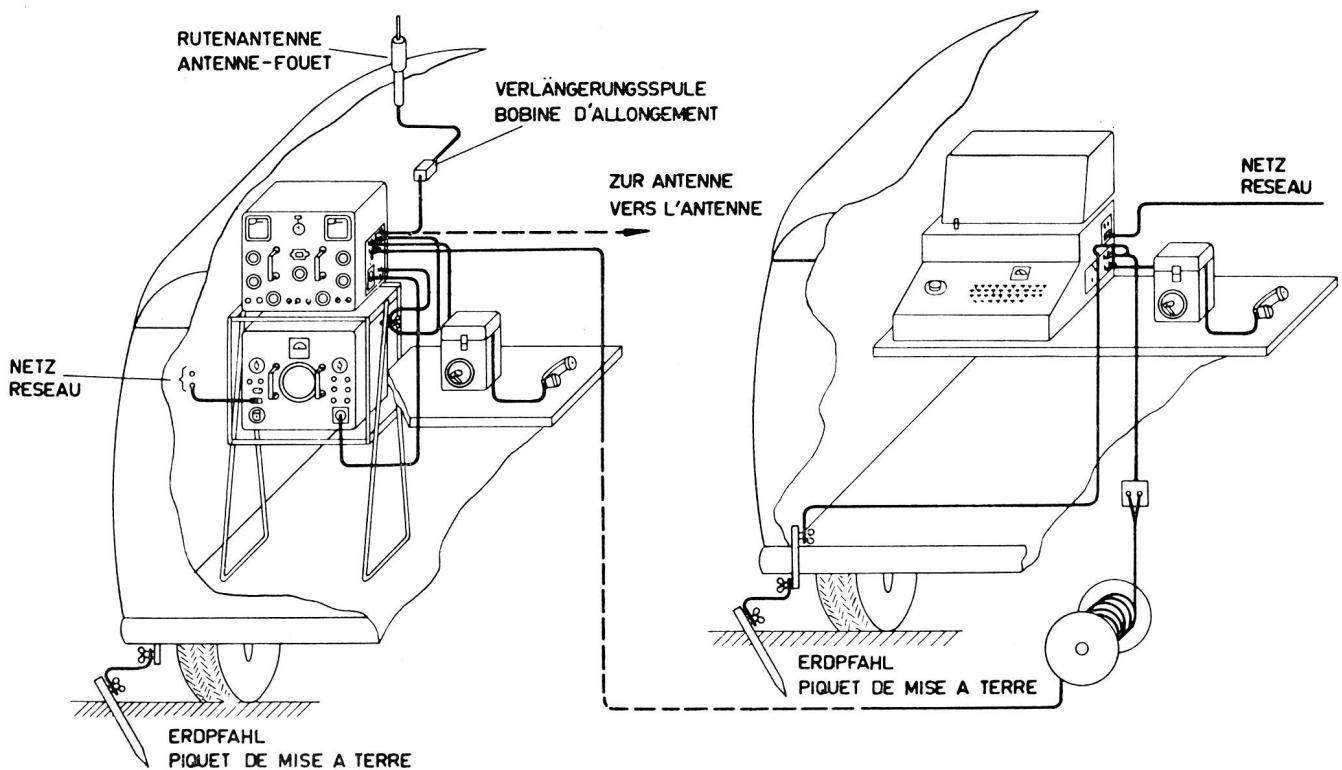

Fig. 32
- f) La station montée dans la voiture avec KFF dans la voiture de commande à distance voir fig. 32